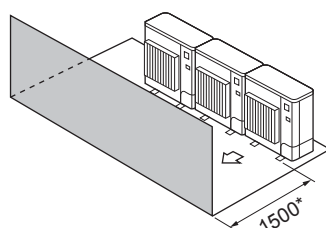

Fig. 2-10
- ③ Hindringer kun foran (fig. 2-10)